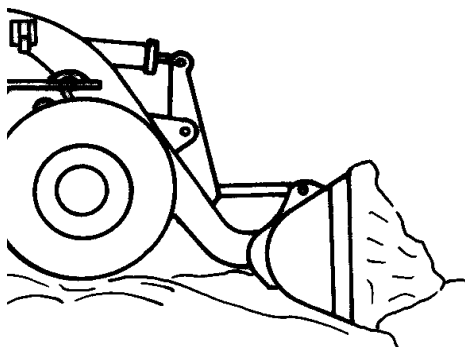

Рис. 4.39. Рытье и отрывка котлованов
1. Для рытья котлована ковш следует опустить на землю. Двигаясь экскаватором-погрузчиком, установить режущую кромку ковша на требуемый угол заглубления в грунт (Рис. 4.39). Для достижения лучшей эффективности заполнения ковша, необходимо с помощью рычага управления стрелой и ковшом менять угол и глубину заглубления режущей кромки ковша. Установить параметры, при которых наполнение ковша будет наиболее эффективным. Когда ковш наполнится, то следует поднять его и отвезти загруженный материал в место предназначения.